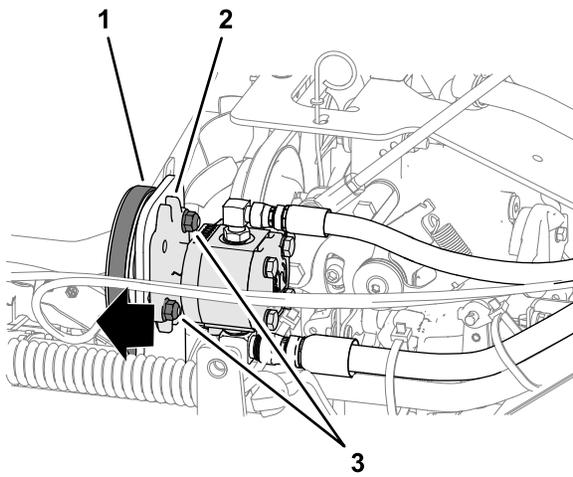

Figure 52
3. Desserrez les 2 contre-écrous à embase ( $\frac{3}{8}$  po) qui fixent la pompe auxiliaire au support de montage (Figure 52).
4. Poussez la pompe vers l'extérieur (Figure 52) dans les fentes et serrez les contre-écrous à embase à un couple de 37 à 45 N-m (27 à 33 pi-lb).